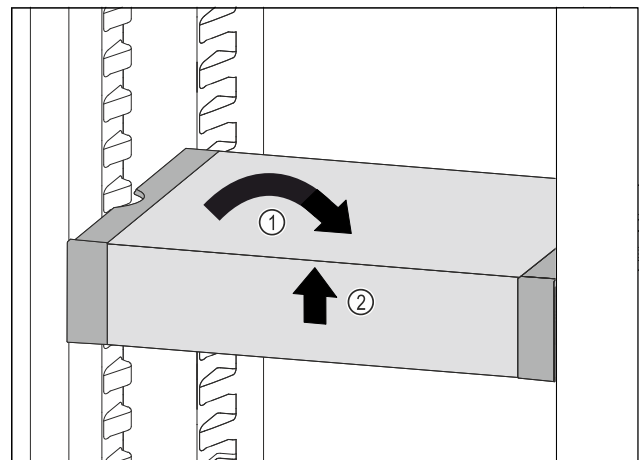

Fig. 144
- ▶ VarioSafe gerade stellen. Fig. 144 (1)
- ▶ VarioSafe vorne anheben. Fig. 144 (2)